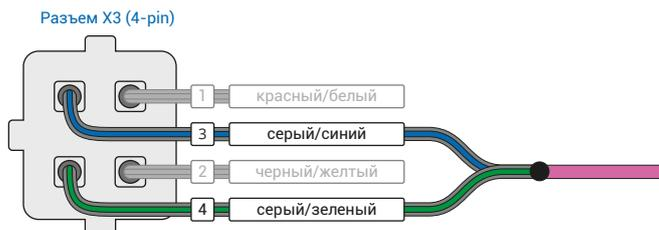
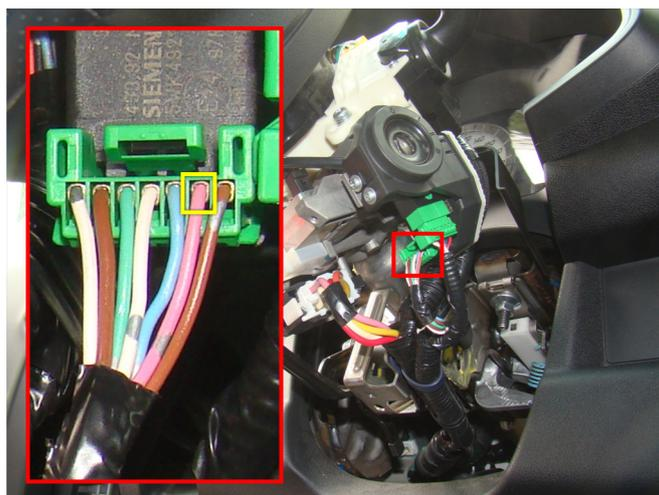

Рис.1 Призрак 800-й серии
Рис.2 Место подключения (розовый провод)
2. Объедините между собой серый/синий провод (контакт №3) и серый/зеленый провод (контакт №4), находящиеся в разъеме X3 (см. рис. 1). Подключите их к шине данных а/м: розовый провод в 7-контактном зеленом разъеме рулевой колонки (см. рис. 2).